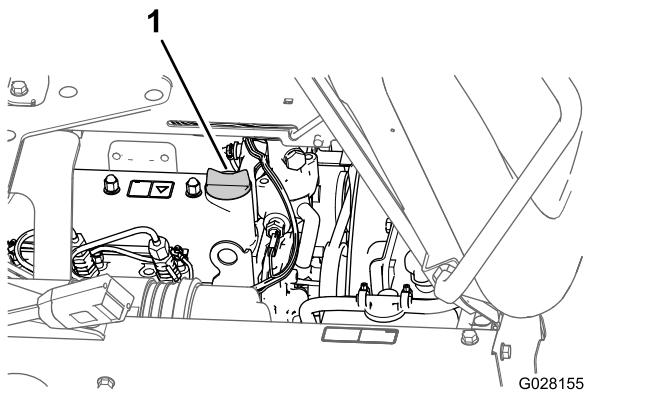

図 52
- エンジンバルブカバー図 52からオイル補給口のキャップを取り、所要量の約 80% のオイルを入れる。
8. 補給口にキャップを取り付ける図 52。